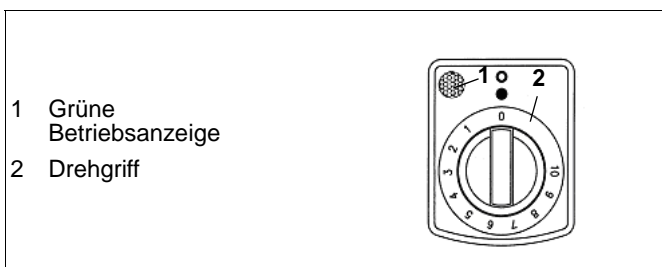

Fig.11 Bedienungsgriff und Betriebsanzeige
Zwei bzw. vier voneinander unabhängige Kochzonen können einzeln geregelt werden. Die grüne Betriebsanzeige (1) leuchtet, wenn das entsprechende Kochfeld eingeschaltet ist. Steht der Drehgriff (2) auf 0, ist die betreffende Kochzone abgeschaltet. Die Temperatur der einzelnen Kochzonen kann über einen Thermostat-Schalter stufenlos eingestellt und geregelt werden. Die Ziffern des Drehgriffs (Fig.11) entsprechen den folgenden Temperaturen: